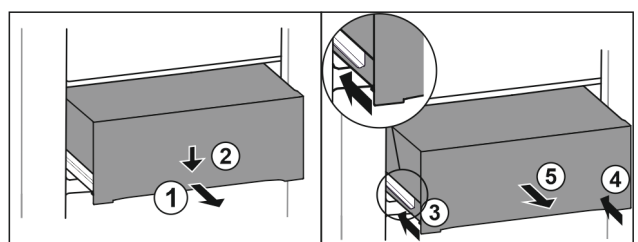

Fig. 139
- ▶ Tirer le tiroir jusqu'à mi-chemin. Fig. 139 (1)
- ▶ Appuyer sur l'avant du tiroir vers le bas. Fig. 139 (2)
- ▶ Insérer le rail gauche d'env. 2 cm. Fig. 139 (3)
- ▶ Insérer le rail droit d'env. 2 cm. Fig. 139 (4)
- ▶ Retirer le tiroir par l'avant. Fig. 139 (5)